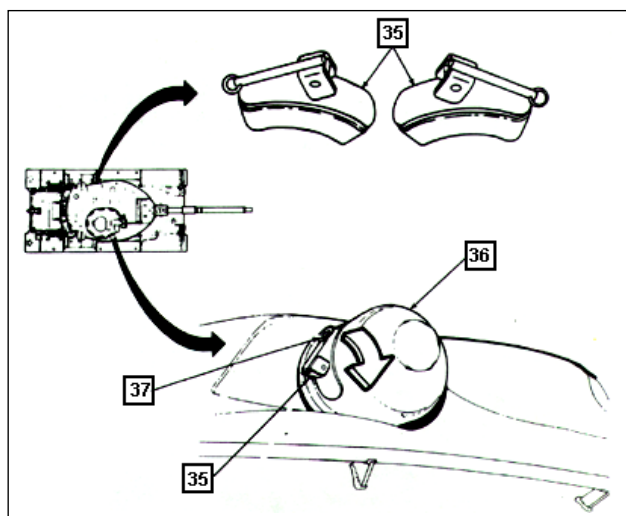

Fig 8-17. Vedação das cabeças do telêmetro laser
(5) Dentre as peças do "kit", separar os tampões apropriados para as cúpulas de proteção do telêmetro, que existem em ambos os lados da torre. Colocar o tampão(35) na cabeça direita(36) e girar a alavanca de soltura rápida(37) no sentido horário para vedar a abertura. Posicionar a alavanca na vertical com o anel para cima ao final. Os orifícios de dreno da cabeça devem ser vedados com a fita apropriada do "kit".(Fig 8-17)
(6) Repetir os mesmos procedimentos do número 4 na cabeça do telêmetro, à esquerda da torre.